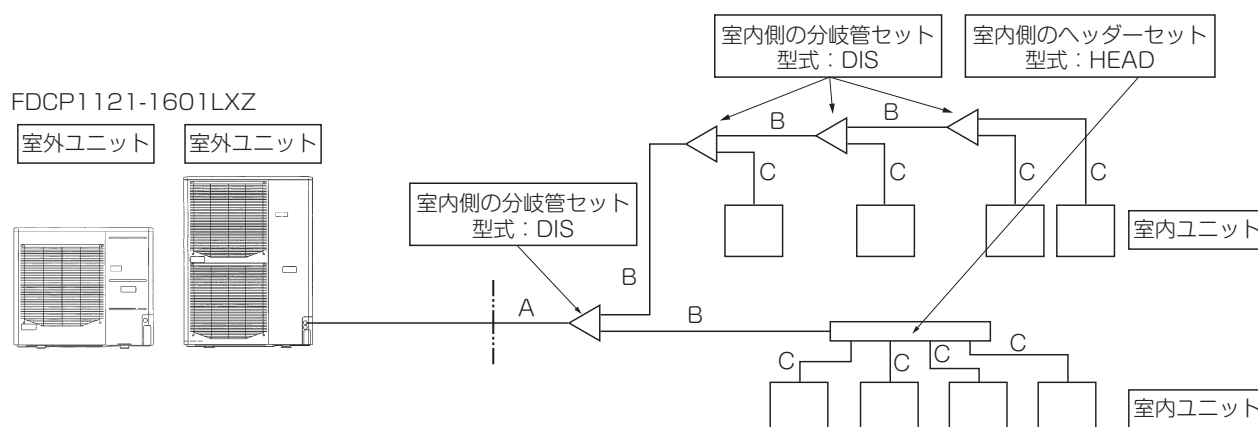

図1
(1) 主管（室外ユニットの分岐～室内ユニットの第一分岐間）：図1のA部
(2) 室内側の第一分岐～室内側の分岐間：図1のB部
分岐管の下流に接続される室内ユニットの容量の合計により下表により選定ください。ただし、主管(図1のA部) サイズを越えないでください。
(3) 室内側分岐～室内ユニット間：図1のC部
室内ユニット接続配管サイズ表 ただし、主管（図1のA部）サイズを超えないでください。